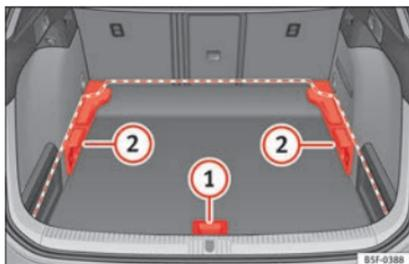
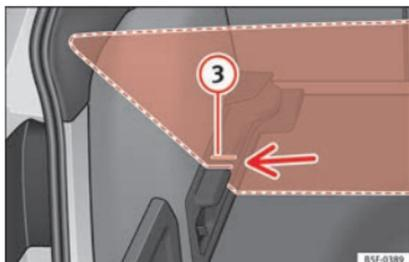

Fig. 181 Piano variabile del bagagliaio: posizioni.
Fig. 182 Piano variabile del bagagliaio: fessure inclinate.
• Sollevare il piano mediante la maniglia » fig. 181 ① e tirarlo all'indietro fino a quando la parte anteriore del piano sarà
• Sollevare il piano mediante la maniglia » fig. 181 ① e tirarlo all'indietro fino a quando la parte anteriore del piano sarà completamente fuoriuscita rispetto ai supporti ②.
• Far combaciare tale parte anteriore con le fessure inferiori dei supporti e lasciar scorrere il piano in avanti fino a farlo entrare in contatto con lo schienale dei sedili posteriori, abbassando allo stesso tempo il piano con la maniglia ①.
• Sollevare il piano con la maniglia » fig. 181 ① e spingerlo all'indietro fino a quando la parte posteriore del piano sarà fuoriuscita dalle fessure inclinate » fig. 182 ③.
• Far scorrere il piano attraverso tali fessure aiutandosi con la maniglia ① fino a quando